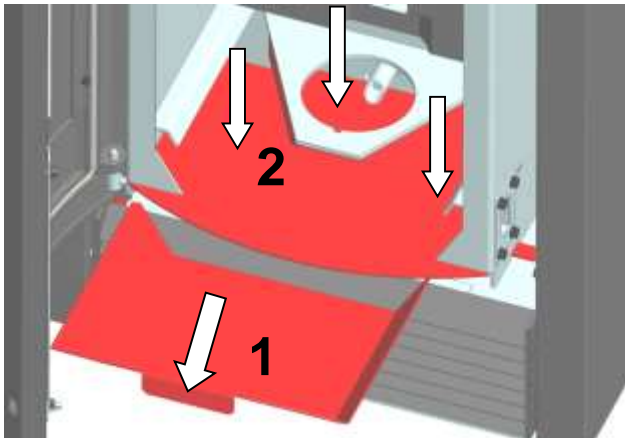

Abb. 63: Reinigung Topfhalter
8. Aschelade herausziehen (Abb. 63 Pos.1). Dann den Feuerraum, Topfhalter, und Bodenblech gründlich aussaugen (Abb. 63 Pos.2).